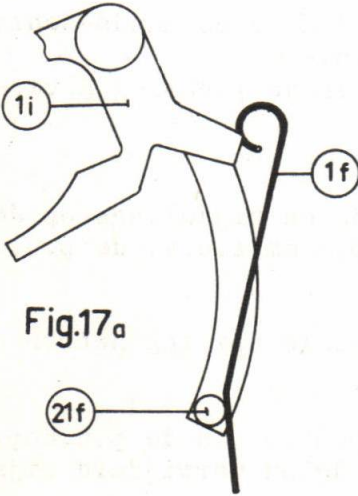

Fig.17a
- 4) De schakelstift moet dan achtereenvolgens van de stand "uit" naar "in" de volgende bewegingen van hefboom 1 i en de veer 1 l commanderen (zie fig.17a).